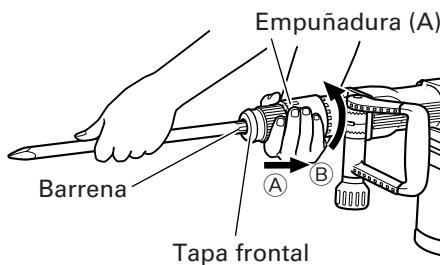
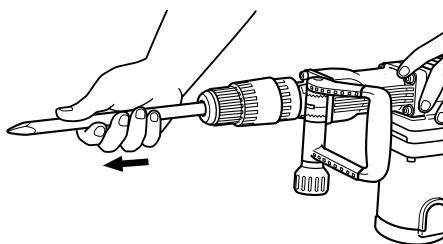

Fig. 2
Fig. 3
- (1) Limpie la parte del vástago de la herramienta.
- (2) Como se muestra en la Fig. 2, tire de la empuñadura (A) en el sentido de ①, y después inserte la herramienta en el orificio de la tapa frontal de forma que pueda girarse girándola en el sentido de ②.
- (3) Ajuste la posición de la ranura girando la herramienta, y después inserte más hasta que ésta toque el extremo del orificio.
- (4) Devuelva la empuñadura (A) a su posición original, tire de la herramienta para asegurarse de que haya quedado completamente bloqueada. (Fig. 3)
Como se muestra en la Fig. 2, tire de la empuñadura (A), y después tire de la herramienta girándola más en el sentido de (B).